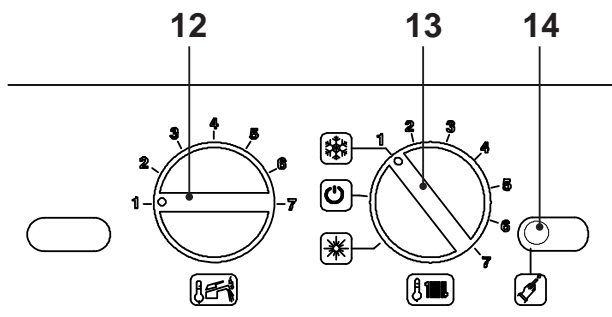
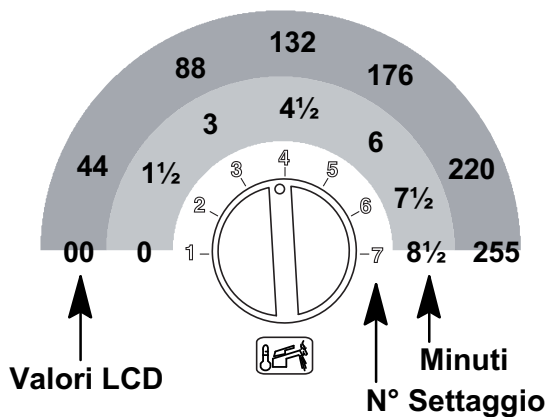

Fig. 5.78
Fig. 5.82
- Posizionare le manopole 12 e 13 come indicato in Fig. 5.78.
- Per settare il tempo di frequenza di riaccensione bisogna entrare in programmazione premendo per 15 secondi il pulsante di ripristino 14, in Fig. 5.78 fino alla comparsa del parametro **P01** sul display LCD; sul display LCD compare la seguente visualizzazione (la sequenza **P01** si alterna -- -- --).
- Premere il pulsante di ripristino 14 in Fig. 5.78 per lo scorrimento dei vari parametri sino al raggiungimento del parametro **P10** valido per il settaggio della frequenza di riaccensione; sul display LCD compare la seguente visualizzazione (la sequenza **P10** si alterna a **88**).
- Per cambiare il settaggio ruotare la manopola regolazione temperatura sanitari 12 in Fig. 5.78 e posizionarla sul tempo prescelto Fig. 5.82 (nella figura esempio manopola settata per frequenza di riaccensione di 3 minuti).
Il passo del settaggio della manopola 12 Fig. 5.82 corrisponde a un valore letto sul display LCD di circa **44** (90 secondi) e questo valore può essere variato fino a circa **255** (8 minuti e mezzo); nell'LCD la sequenza **P10** si alterna con **60**.